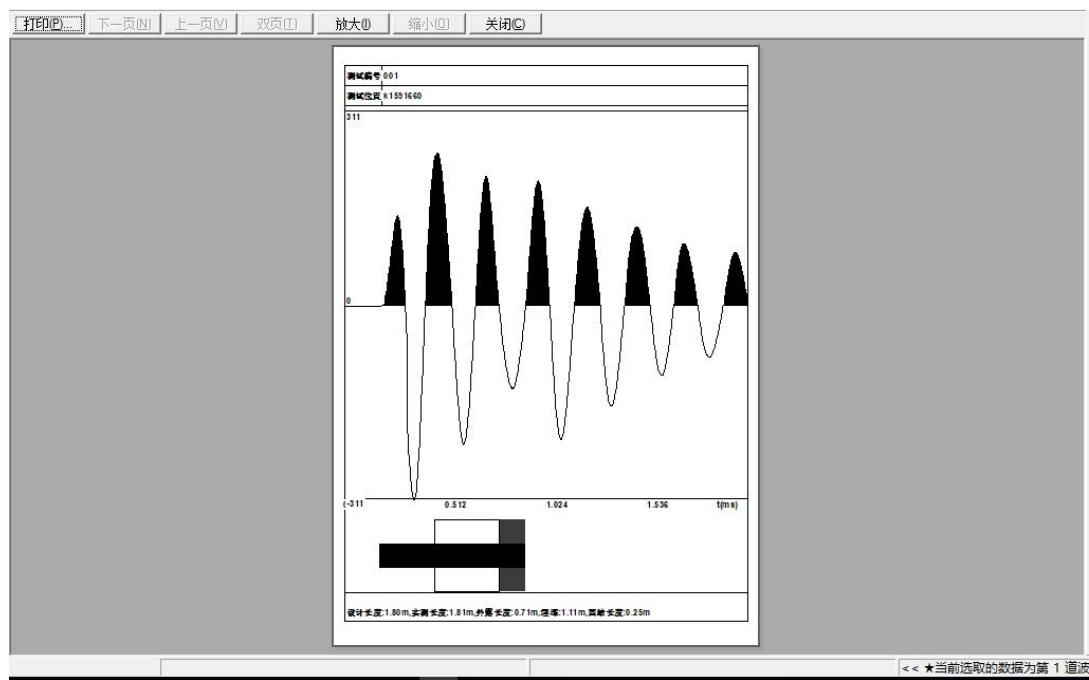

图3.3 打印预览
6. 打印预览：按照最近一次设置的打印参数（页面设置参数和打印机设置参数）对模型进行打印预览（图3.3）。